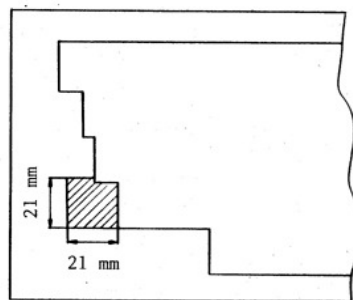

Bild 6: Tastaturgehäuse von oben
- 3.2.2.5 Ausschnitt im Blech für die Tastenkappe ausfeilen (siehe schraffierte Fläche in Bild 6).